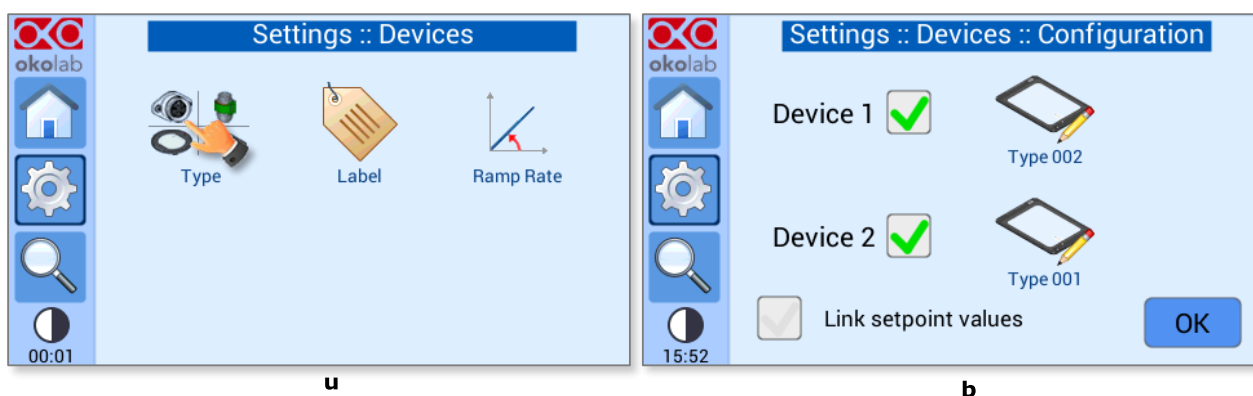

Figura 16. Sottomenu Dispositivi – Sottomenu Configurazione (a - b).
- 1 Premere sull'icona Tipo  per accedere al sottomenu del menu Configurazione dispositivo, vedere Figura 16(a). Seleziona la casella per selezionare quanti dispositivi vuoi connettere, vedi Figura 16 (b).